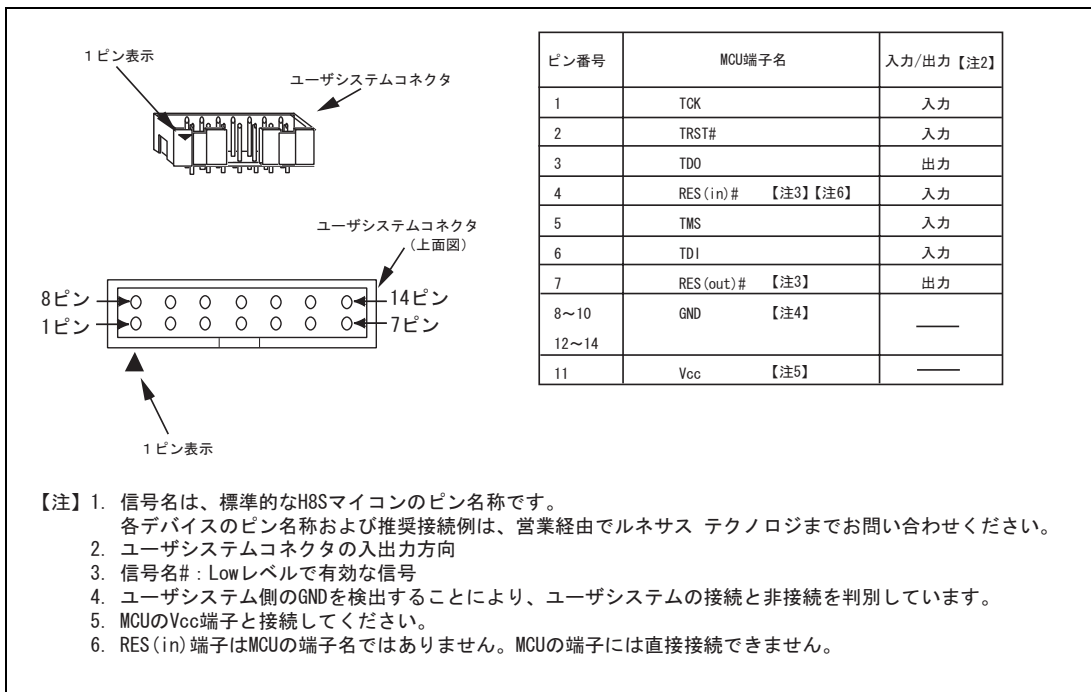

図 1.2 ユーザシステムコネクタのピン配置
ユーザシステムコネクタのピン配置を図 1.2 に示します。
(4) E10A-USBエミュレータは、1.3章「図1.2」に示す端子を使用して、MCUと通信を行います。これらの信号は基本的には使用できません。